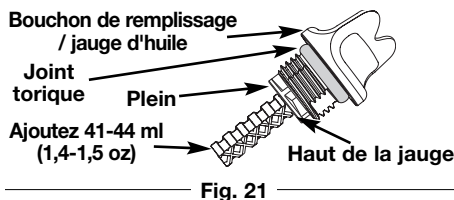

Fig. 21
5. Retirez le bouchon de remplissage / jauge d'huile et vérifiez le niveau d'huile. L'huile devrait atteindre le haut de la jauge (Fig. 21).